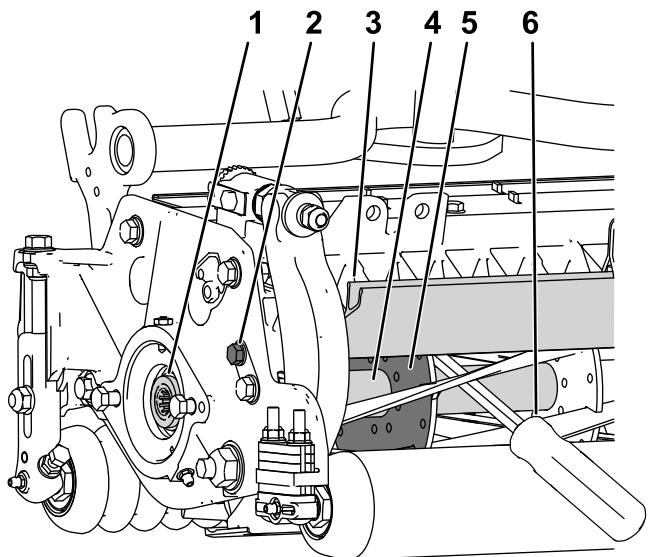

図 37
- カッティングユニット左側のシールドボルトをゆるめて後シールドを上げる図 37。
意する。バールは、トルク作業を行う側に近い側で、リールの後ろから差し込むようする図 37。
- リールサポートプレートの溶接されている側からバールを入れ図 37、